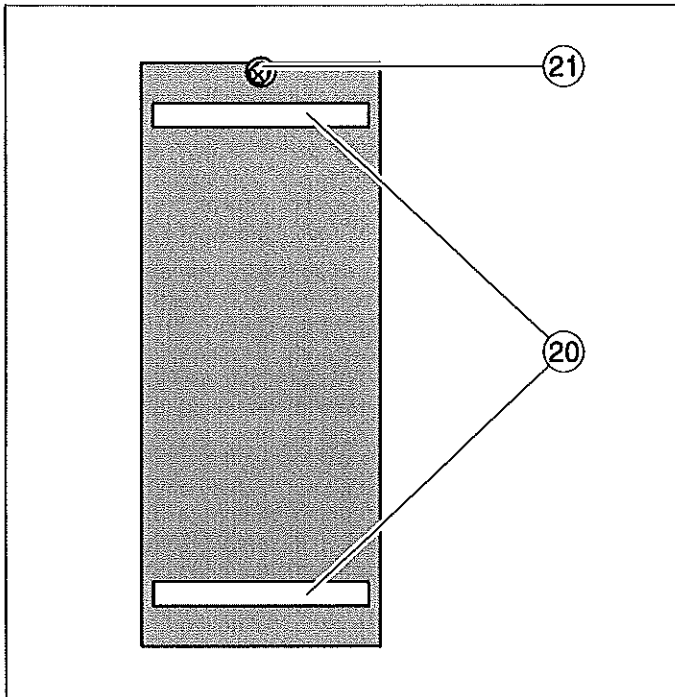

Fig. 3
2.3 Corps pour l'étude de la chute libre avec VidéoCom (337 472), voir fig. 3
- ⑳ 2 bandes de feuille réflectrice à une distance de 200 mm \pm 0,2 mm